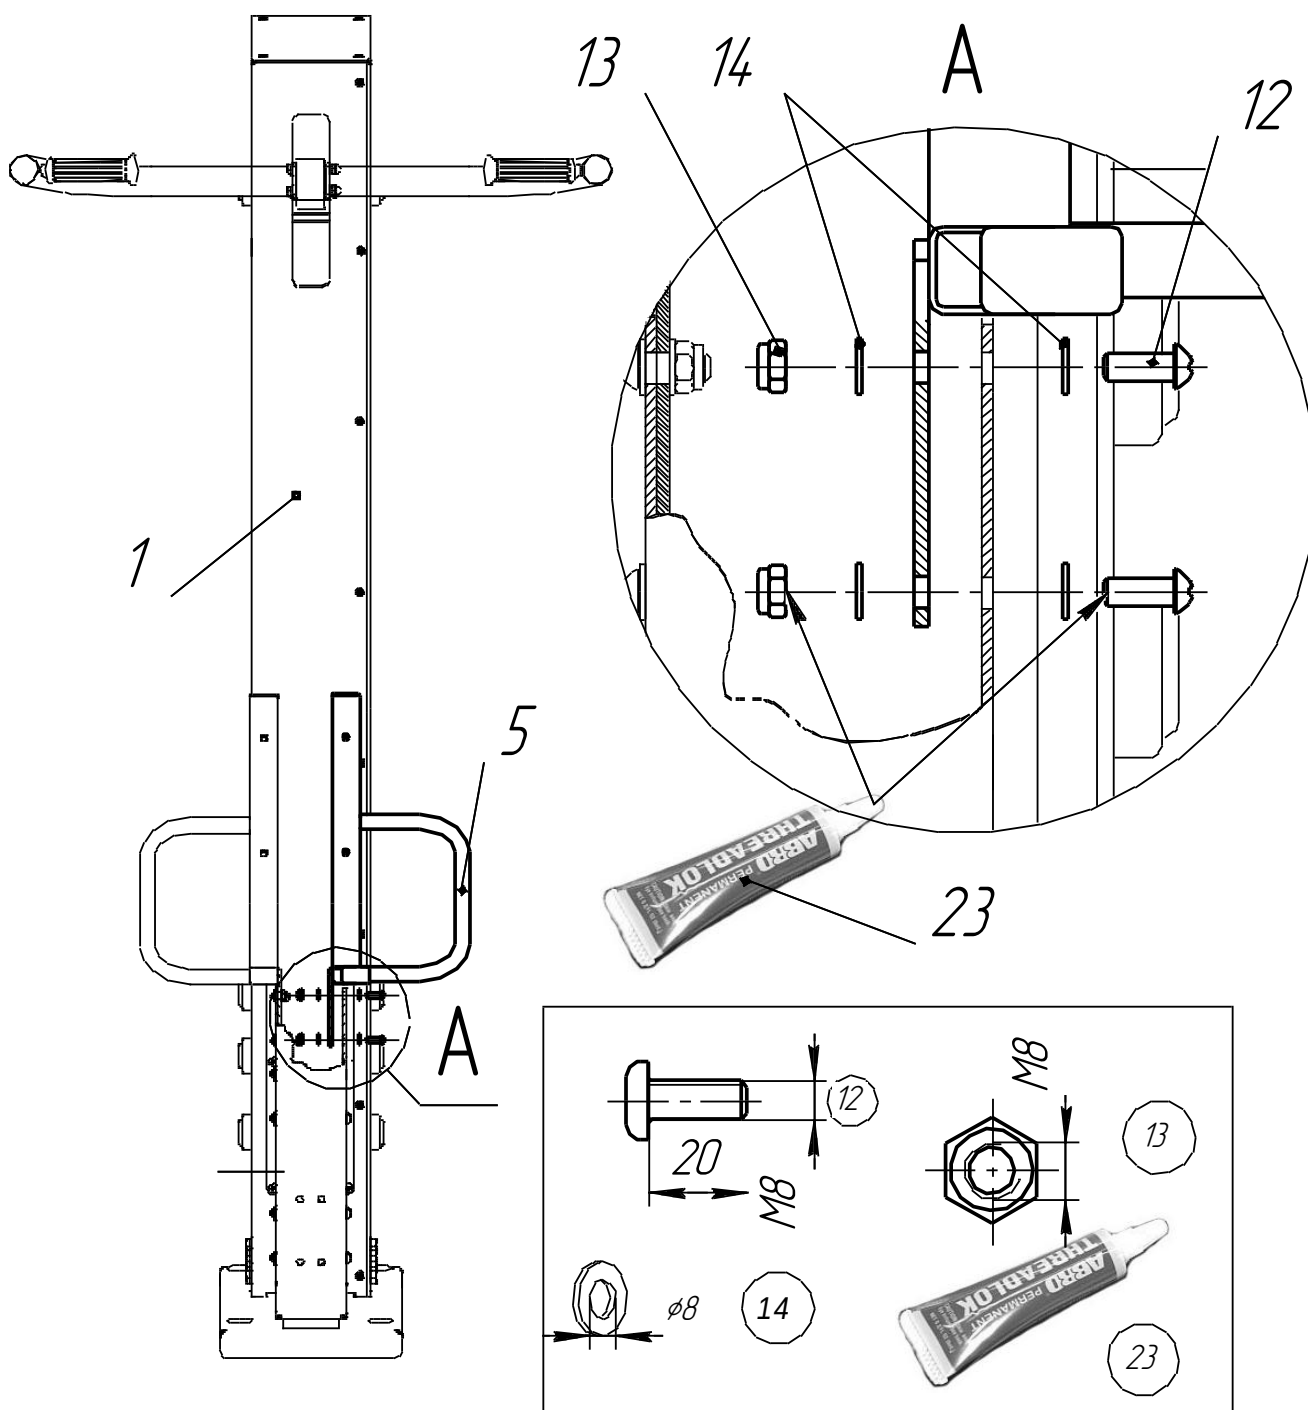

Рис.7
10.3.3.2.2 Установить кронштейн левый (рис.7) при помощи болтов поз.10, шайб поз.14 и гаек поз.13.